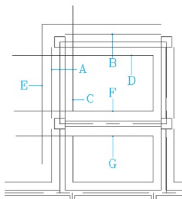
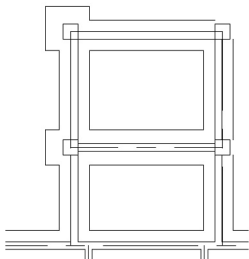

图 5.9 拉长 C、E、F、G 大放脚
图 5.10 修整大放脚
(6) 用相同的方法向上拉长 C 大放脚，向下拉长 E 大放脚，向左拉长 F 和 G 大放脚，结果如图 5.9 所示。
(7) 用【修剪】命令将图 5.9 修整至如图 5.10 所示的状态。